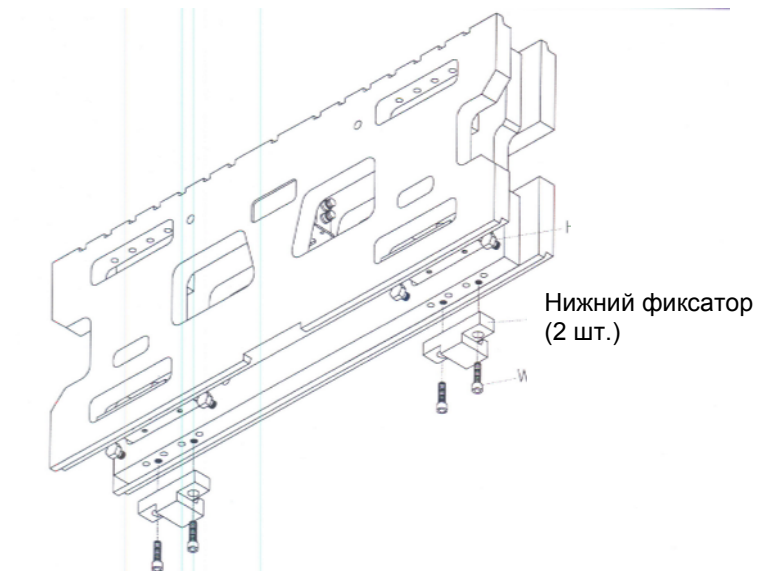

Рис.3
3. Убедитесь, что с весовой части сняты нижние фиксаторы и отсоединены электрические кабели (рис.3).